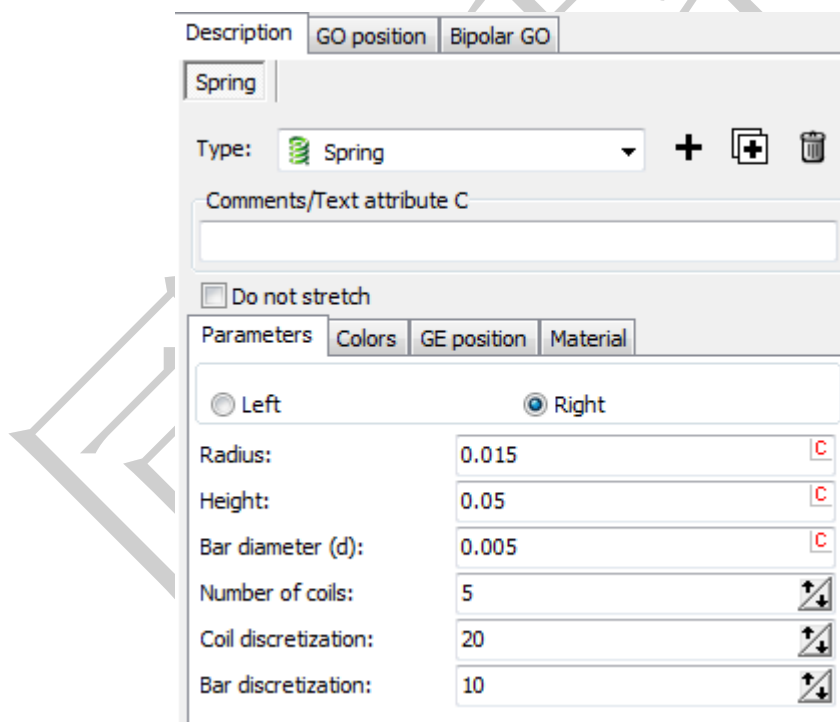

图 2.16
6. 设置 **Spring** 几何参数如图 2.16 所示。